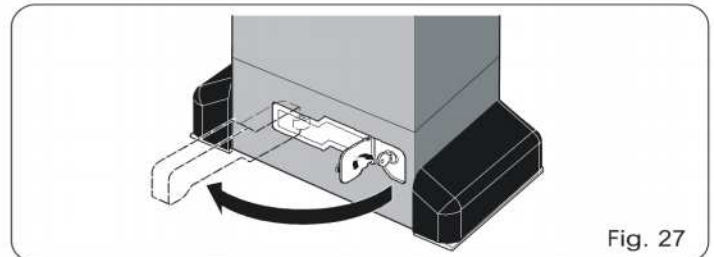

Fig. 27
- 2) Gire la llave en sentido horario y tire la palanca de desbloqueo como se indica en la Fig. 27.